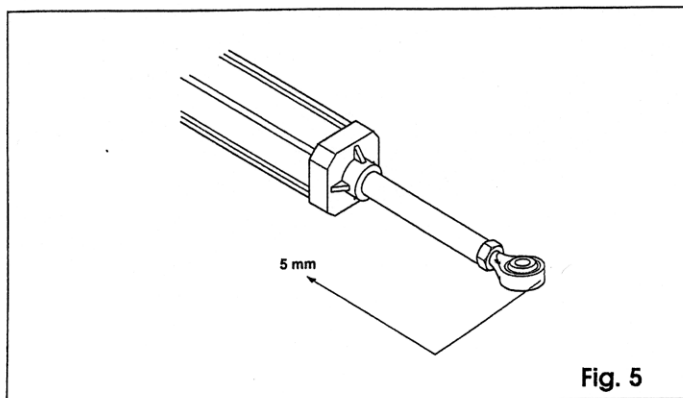

Fig. 5
- 5) Wyciągnąć kompletnie trzpień aż do oporu i wcisnąć z powrotem około 5 mm (rys.5).